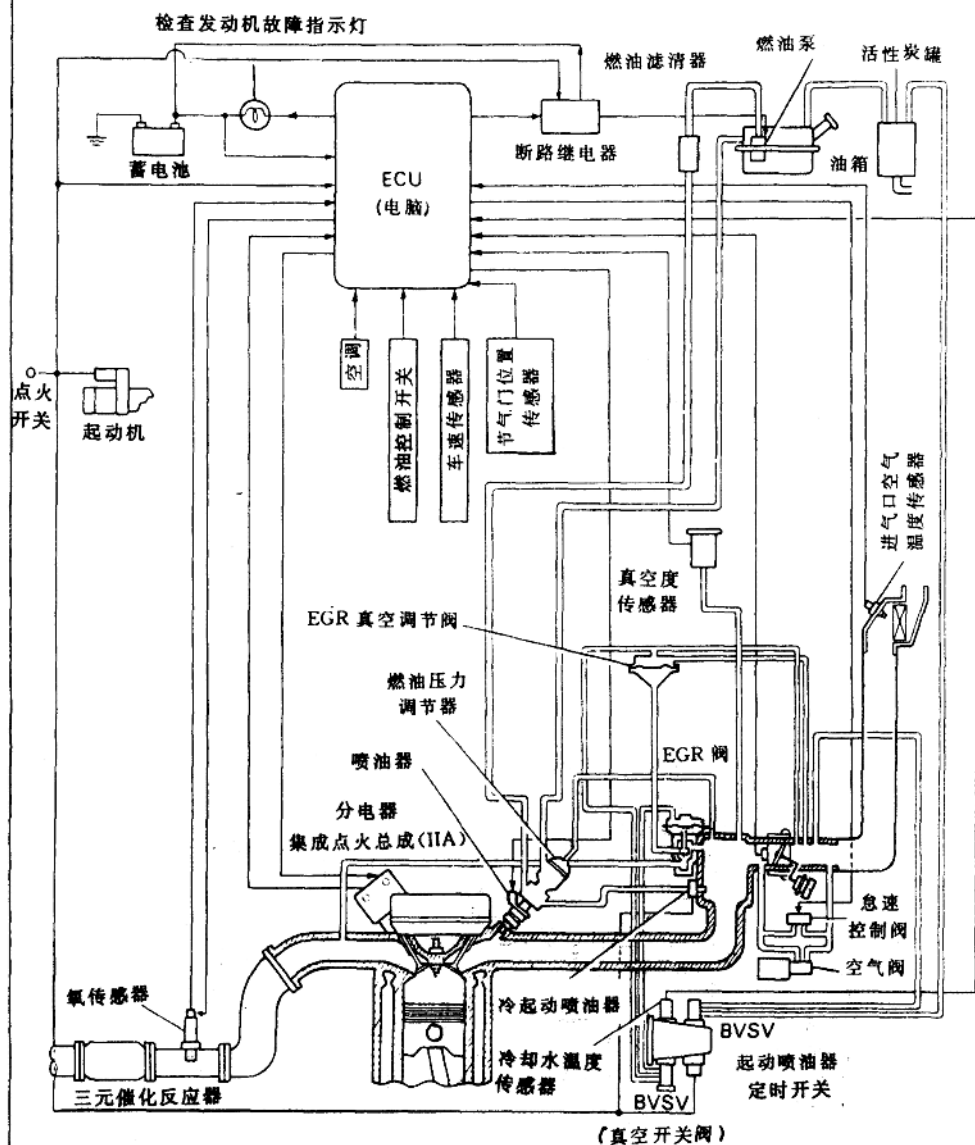

图 1-3
3. 4A-FE 型发动机适用于四轮驱动(4WD), 见图 1-3 所示。